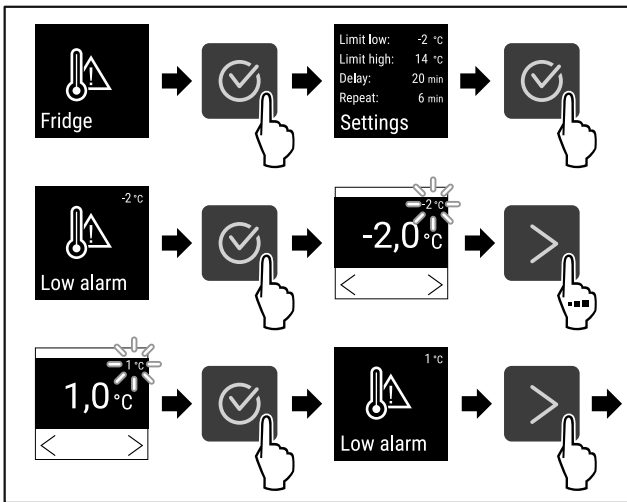

Fig. 113
- ▷ Hajtsa végre a művelet lépéseit (lásd Fig. 113).